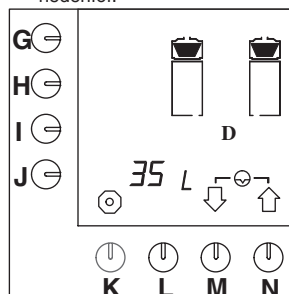

Fig. 54 Nullstilling av kaffetraktesystemets
- Trykk på valgtasten (M.)↓ inntil fig.54 vises på displayet.